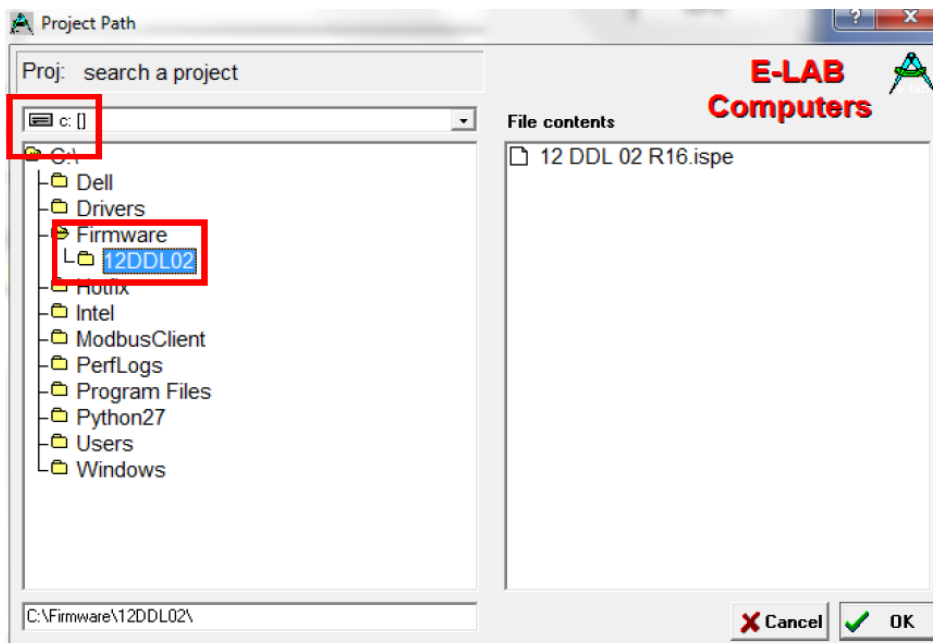

Рисунок 6
2.2.4 Выберите путь к папке с файлами прошивки, например, C:\Firmware\12DDL02\ (рисунок 6).